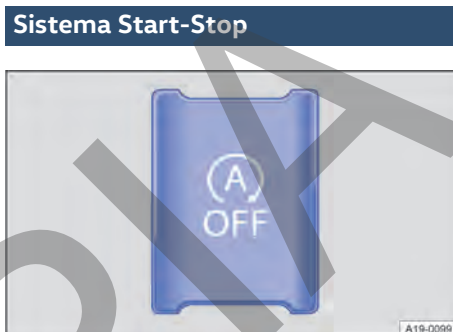

Fig. 105 En la parte inferior de la consola central: tecla del sistema Start-Stop.
- Para desconectar manualmente el sistema, pulse la tecla  de la consola central. Cuando el sistema Start-Stop está desconectado, se enciende el testigo de control de la tecla → fig. 105.
- Para volver a conectar manualmente el sistema, pulse de nuevo la tecla  de la consola central → fig. 105.